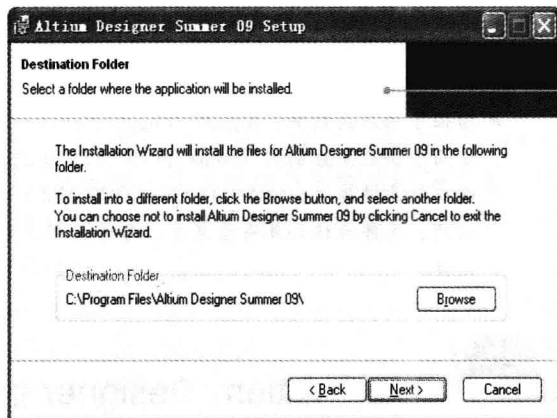

图 1-4 选择安装路径对话框
(4) 单击 **Next >** 按钮继续下一步操作,在弹出的对话框中用户可以利用 **Browse** 按钮选择软件的安装路径。默认的安装路径为“C:\Program Files\Altium Designer Summer 09\”。当然,也可以将其安装在其他路径,单击 **Browse** 按钮选择其他安装路径。这里选择“C:\Program Files\Altium Designer Summer 09\”为安装路径,如图 1-4 所示。